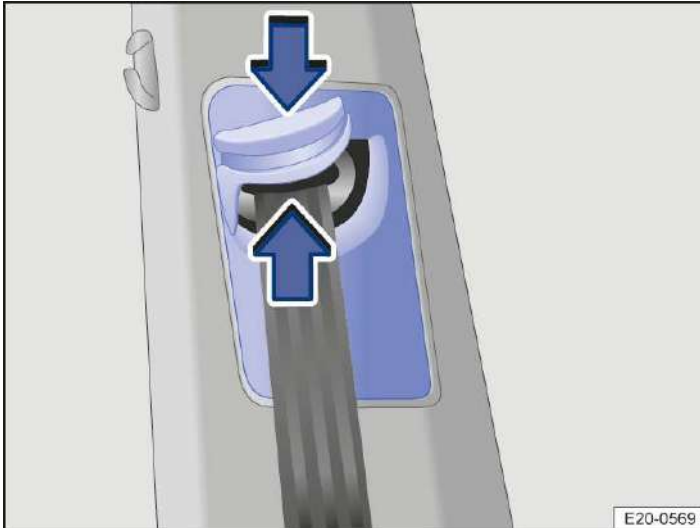

Abb. 1 Neben den Vordersitzen:
1. Umlenkbeschlag in Pfeilrichtung drücken und halten → *Abb. 1*.